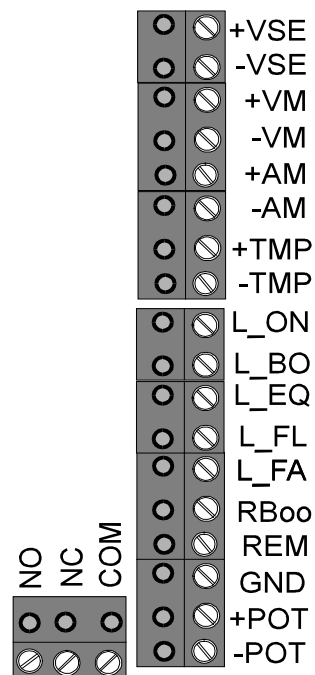

Abbildung 8
- Verbinden Sie den - Anschluss (schwarzer Draht) des Temperatursensors mit dem „-tmp“-Anschluss, siehe Abbildung 8.
- Verbinden Sie den + Anschluss (roter Draht) des Temperatursensors mit dem „+tmp“-Anschluss, siehe Abbildung 8.
- Schließen Sie einen roten Draht mit 0,75 mm2 Durchmesser an den Pluspol der Batterie und den „+Vse“ Anschluss des Ladegeräts an, siehe Abbildung 8.
- Schließen Sie einen schwarzen Draht mit 0,75 mm2 Durchmesser an den Minuspol der Batterie und den „-Vse“ Anschluss des Ladegeräts an, siehe Abbildung 8.
Das Ladegerät ist mit einem potentialfreien Alarm-Kontakt (Wechseltyp) ausgestattet. Wenn die Batteriespannung zwischen  $V_{min}$  und  $V_{max}$  liegt, wird der Kontakt aktiviert. (Siehe Abbildung 8, ferngesteuerte Anschlüsse: NO, NC, COM).
Victron Energy bietet zwei optionale Fernsteuerungs-Bedienpaneele, die an das Ladegerät angeschlossen werden können. In Abbildung 8 finden Sie den Leiterplatten-Stecker, mit dem die Bedienpaneele verbunden werden müssen.